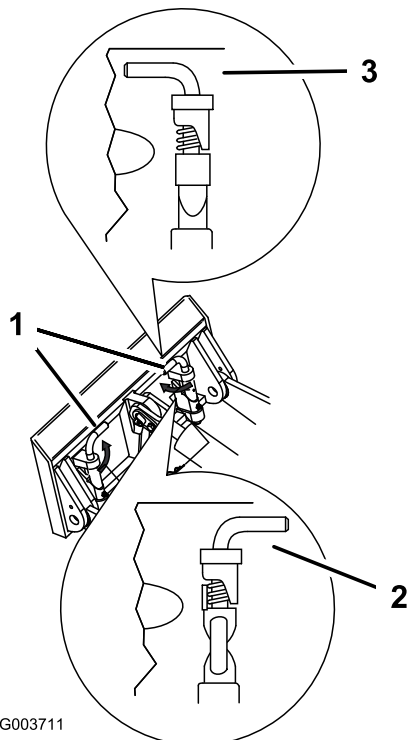

Figura 23
7. Inserite i perni ad attacco rapido, verificando che siano completamente inseriti nella piastra di appoggio (Figura 23).